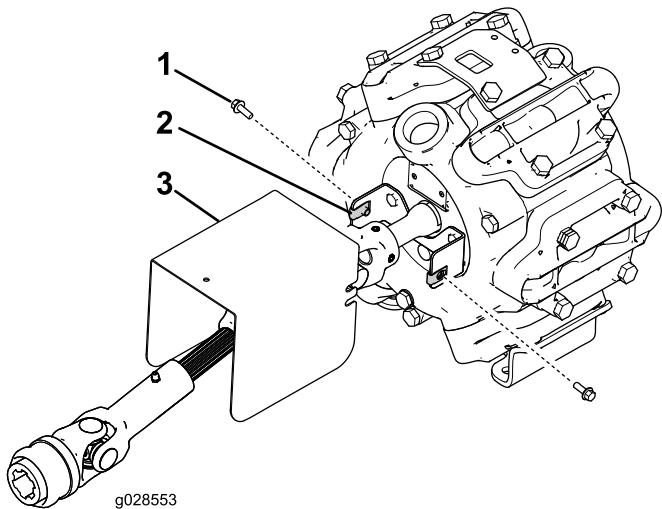

Bild 5
7. Montieren Sie das Antriebswellenschutzblech mit zwei Bundbolzen (1/4" x 3/14") und zwei Clips an der Stützhalterung des Schutzblechs (**Bild 5**).